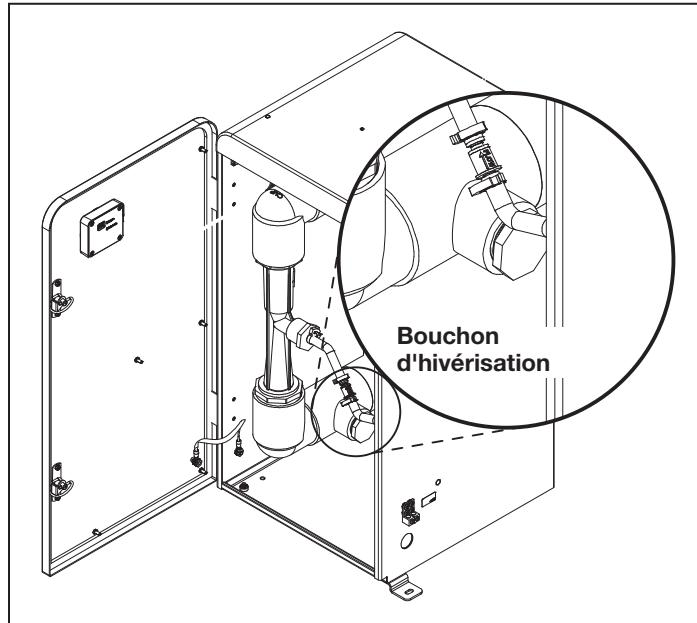

Figure 9. Emplacement du bouchon d'hivérisation
3. Localiser le bouchon de vidange de 1 po NPT et le retirer pour vidanger l'eau restante. Voir la Figure 9.